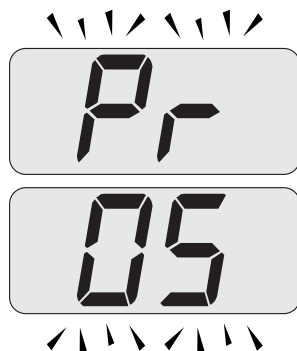

Figura 8.5
• Desplace los parámetros mediante los botones 16 o 17 hasta que aparezcan en la pantalla LCD las letras **Pr** alternadas con el código **05**, que indican la entrada en el "parámetro 05" (Figura 8.5).
- Pulsando simultáneamente los botones 15 y 16 (Figura 8.3) se sale sin modificar el valor (se vuelve a la lista de parámetros Figura 8.5).